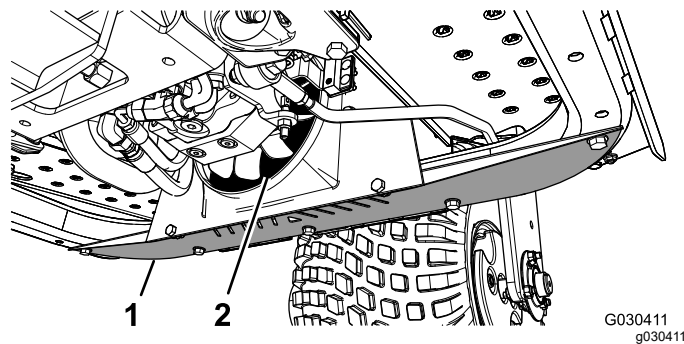

Рисунок 45
1. Снимите нижний щиток (Рисунок 45).
2. С помощью распылителя продуйте сжатым воздухом пространство между лопастями вентилятора (Рисунок 45), чтобы выдуть загрязнения с той стороны, откуда они были занесены.